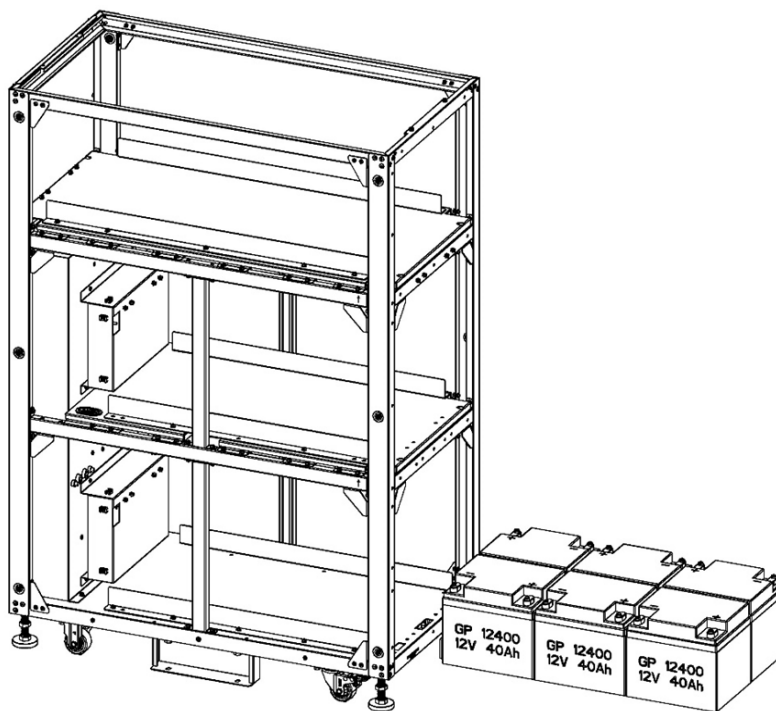

Figure 5-36B
4. Installer 6 modules de batteries dans la couche 1 (Figure 5-36B).